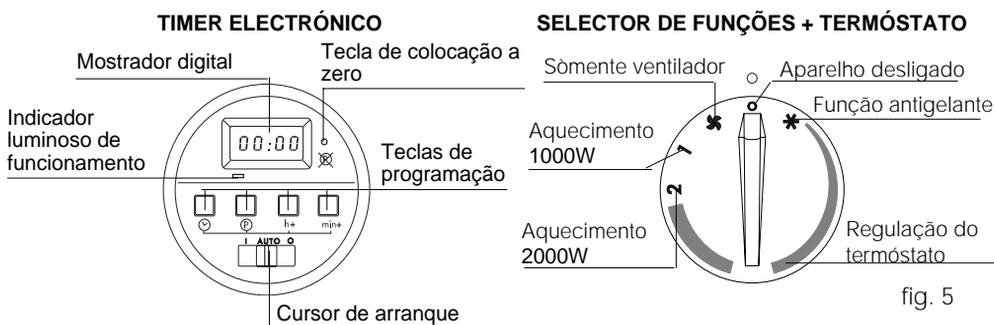

fig. 5
- os modelos equipados com timer eletrónico leve o cursor de arranque (fig. 5) na posição I, ligar-se-á o indicador luminoso.
- Nos modelos equipados com timer eletrónico leve o cursor de arranque (fig. 5) na posição I, ligar-se-á o indicador luminoso.
- Rodar o manípulo no sentido dos ponteiros do relógio, para a posição ☼ "serviço de verão" (sòmente ventilação) (fig. 5).
Para desligar o aparelho repor o manípulo do selector de funções + termóstato na posição "0" (fig. 5) e, para os modelos que dispõem de timer, deslocar o cursor de partida para a posição "0" (fig. 5). Apaga-se a lâmpada piloto de funcionamento.
- Pressione o botão ☉ e, ao mesmo tempo, o botão h+ (fig.5) até que a hora exacta seja alcançada. Solte ambos os botões.
- Pressione ao mesmo tempo o botão ☉ e o botão min+ (fig.5) para regular os minutos. Depois da regulação, solte ambos os botões.
1. Leve o cursor de arranque na posição "AUTO" (fig. 5).